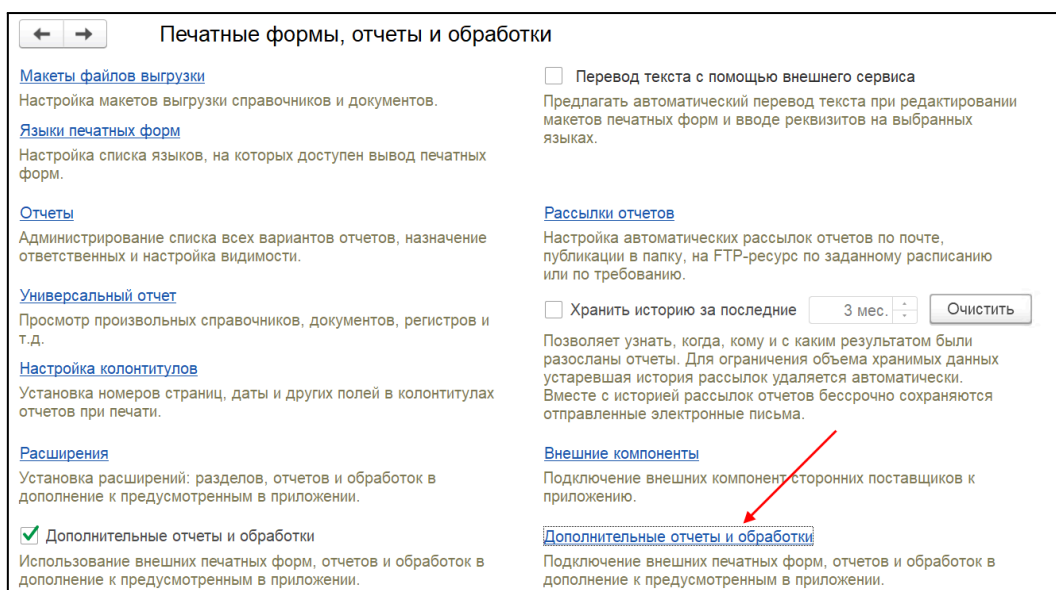

Рис. 2. Дополнительные отчеты и обработки
2. Выберите «Дополнительные отчеты и обработки» (рис. 2).